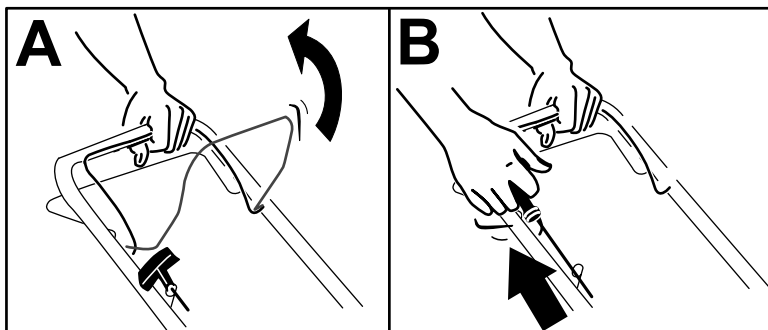

Figura 11
1. inei bara de comandă pentru lamă lângă mâner (A din Figura 11).
2. Tragei de mânerul demarorului cu recul (B din Figura 11).